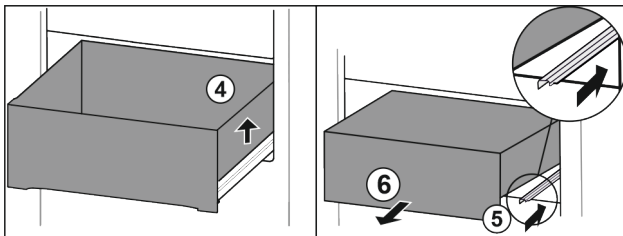

Fig. 69
- ▶ Nadvihnite zásuvku doprava. Fig. 69 (4)
- ▶ Zasuňte pravú koľajničku. Fig. 69 (5)
- ▶ Odoberte zásuvku dopredu. Fig. 69 (6)